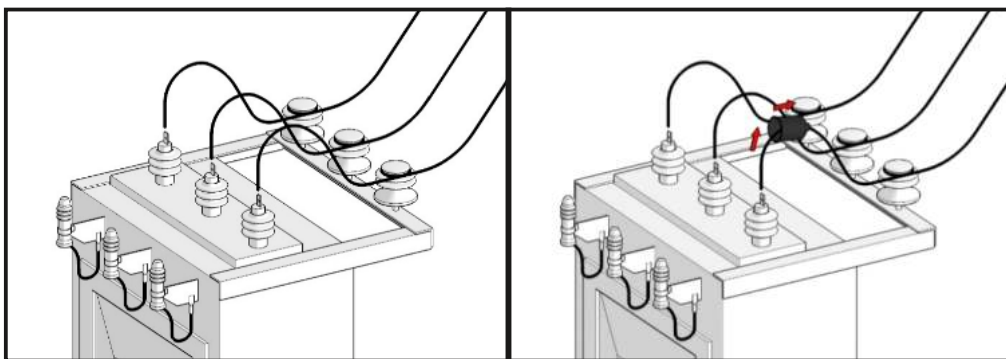

Рис. 55.
11.3.9. Продеть свободный конец шлейфа сквозь отверстие ПЗУ-6-10кВ-ТРК-НГ (Рис.55).